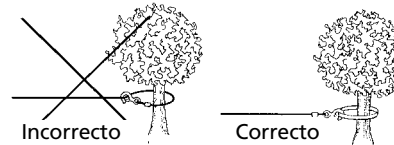

Figura 4
- NUNCA ENGANCHE EL CABLE DE ALAMBRE SOBRE SÍ MISMO porque podría dañar el cable de alambre. Use una eslinga de nilón (Figura 4).